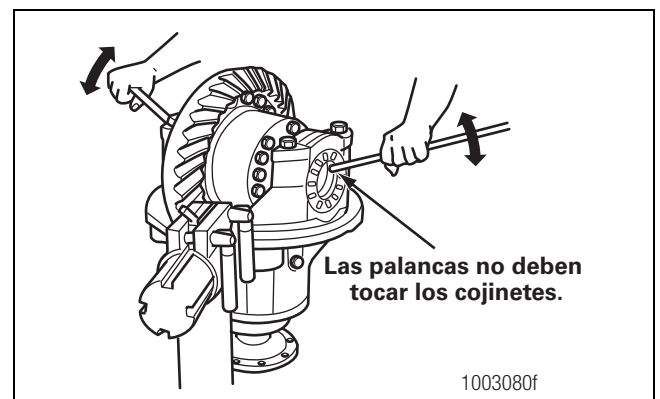

Figura 5.55
- A. Inserte dos palancas que quepan entre los anillos de ajuste del cojinete y los extremos de la caja del diferencial. Las palancas no deben tocar los cojinetes del diferencial. Figura 5.55.